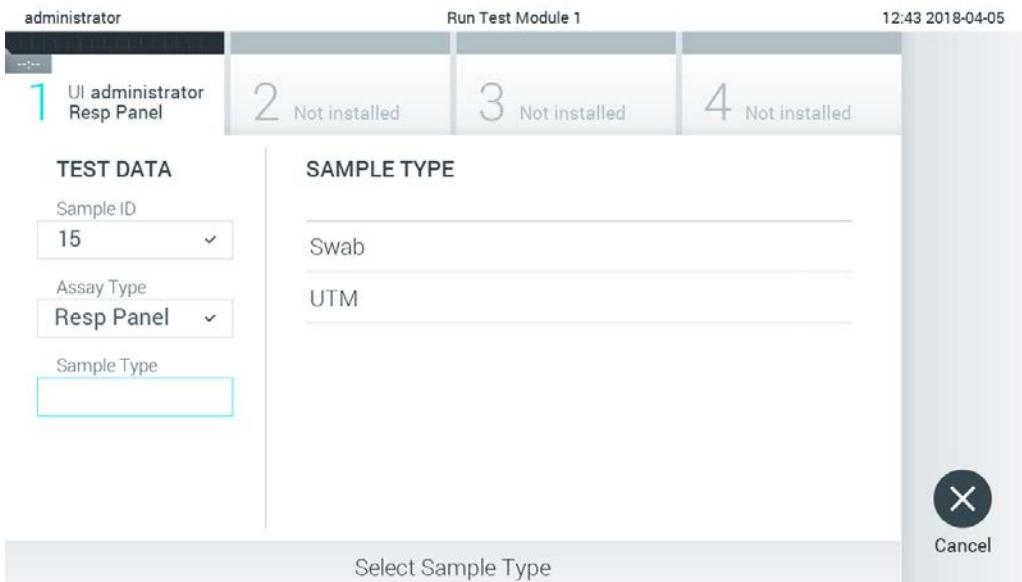

Figura 84. Selectarea tipului probei.
5. Câmpul **Assay Type** (Tip test) va fi introdus automat și, dacă este necesar, un **Sample Type** (Tip de probă)corespunzător trebuie selectat manual din listă (Figura 84).